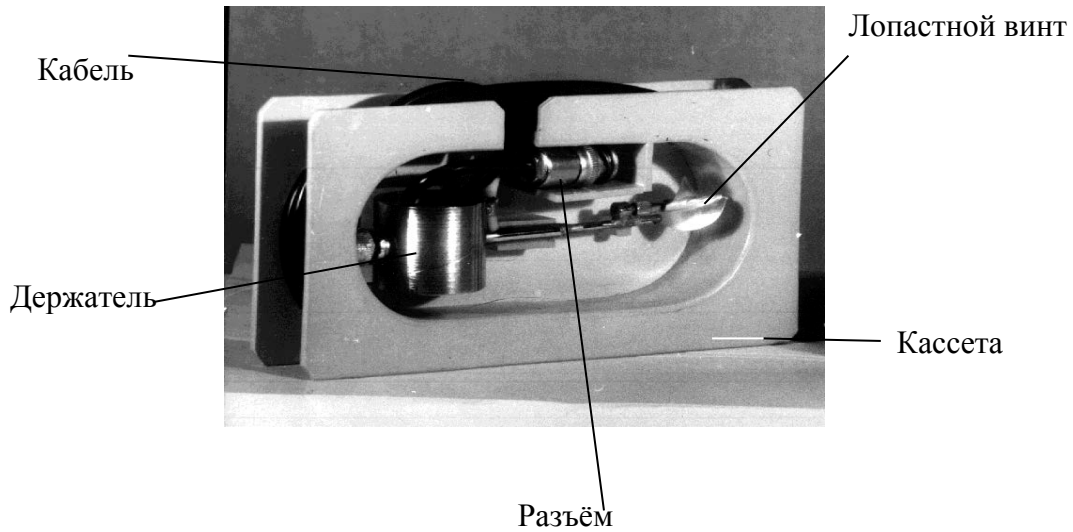

Рис. 3.2 Датчик и кассета в нерабочем состоянии
3.2. Датчик состоит из держателя и лопастного винта (рис. 3.2).